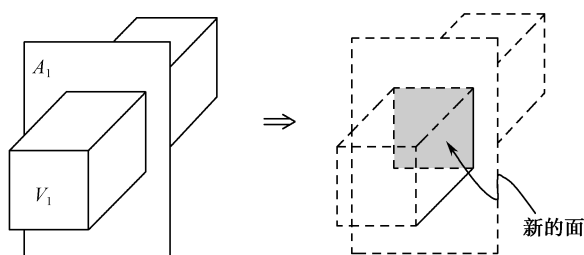

图 2-6 面体相交示意图
(5) 面体相交：得到新的体或新的面，其示意图如图 2-6 所示。